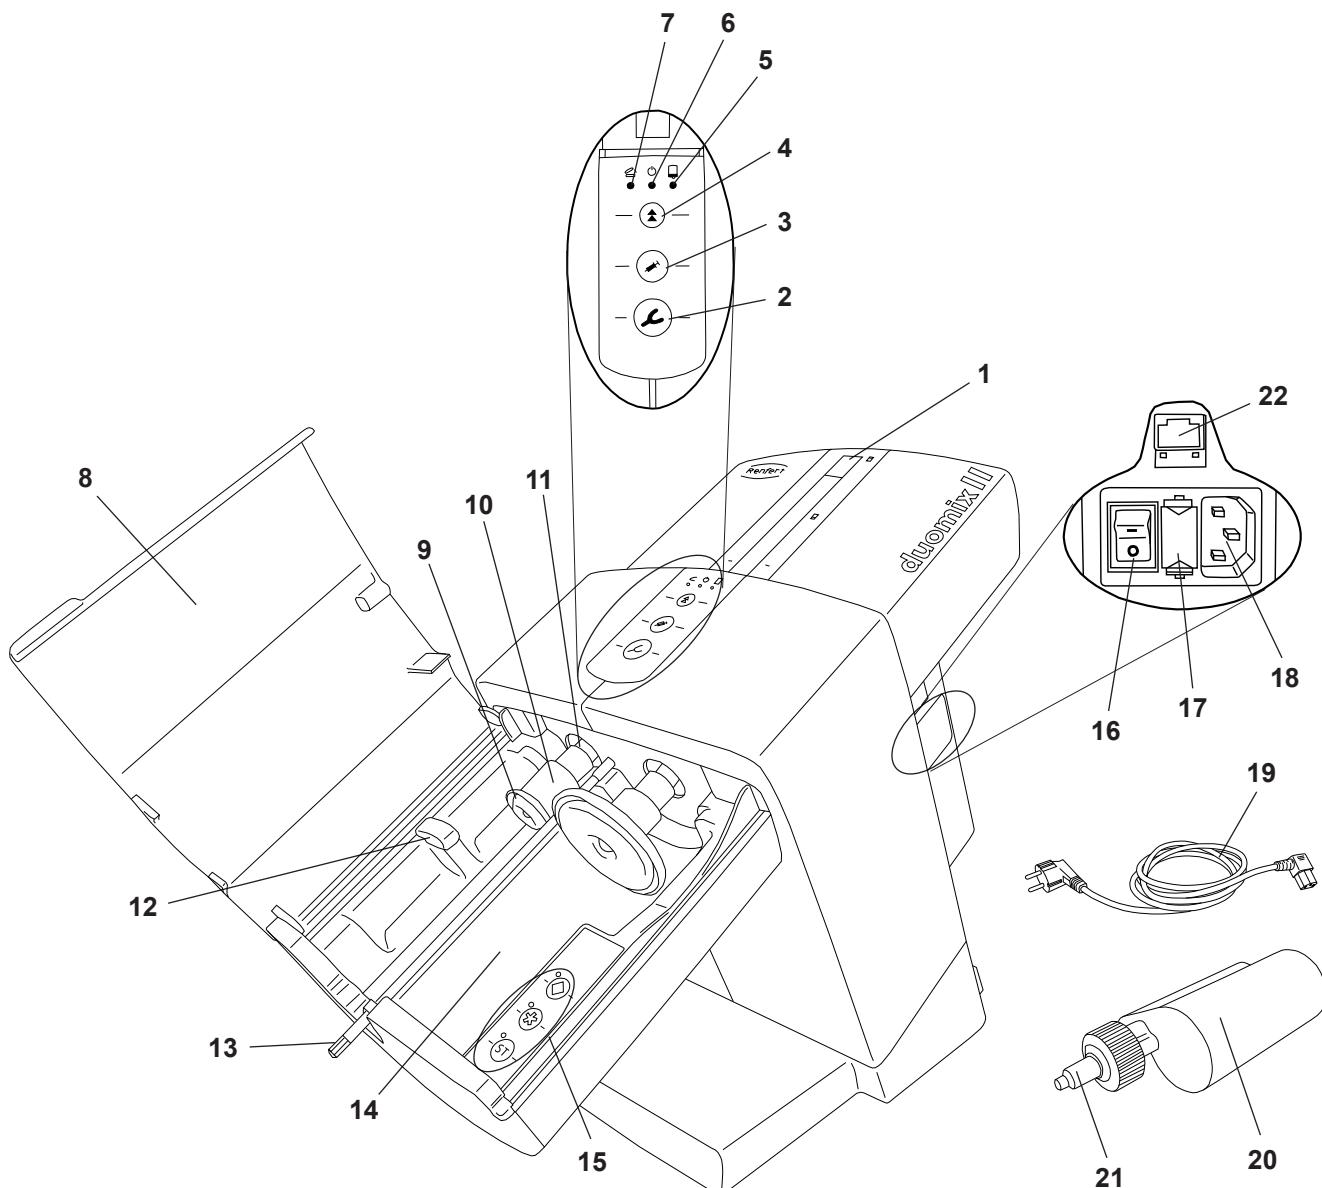

Abb. 1
- ⇒ Mitgeliefertes Netzkabel (19, Abb. 1) in den Netzanschlussstecker (18) einstecken.
- ⇒ Gerät am Netzschalter (16) einschalten.
- ⇒ Geräteklappe (8, Abb. 1) schließen.
- ⇒ Rückfahrtaste (4) drücken.
- ◆ Die Druckteller (9, Abb. 1) fahren bis in die Ausgangsstellung zurück und stoppen dort.
- ⇒ Transportsicherung (23) entfernen.
Das Einlegen, sowie der Wechsel einer Kartusche kann nur erfolgen, wenn sich die zwei Druckteller (9, Abb. 1) in der Ausgangsstellung befinden.
- ⇒ Geräteklappe (8, Abb. 1) öffnen.
- ⇒ Kartusche (20) ins Gerät einlegen. Bitte beachten Sie, dass die Kartusche unter der Arretiernase (12) zu liegen kommt.
- ⇒ Programmtaste für Mischprogramm (15) drücken, siehe auch Kap. 5.1.1. Angaben zum Mischprogramm finden Sie auf der Kartusche in Form der Symbole Stern (\*) oder Karo (◆). Alle nicht durch diese Symbole gekennzeichneten Abformmassen müssen mit dem Programm (ST) verarbeitet werden.
- Die Geräteklappe lässt sich nur bei korrekt eingelegter Kartusche schließen. Solange die Geräteklappe noch nicht ordnungsgemäß geschlossen ist, leuchtet die rote LED „Geräteklappe offen“ (7, Abb. 1).
- ⇒ Vorschubtaste (2) oder (3) drücken und gedrückt halten:
- Abformlöffel (2), hohe Auspressgeschwindigkeit oder
- Dispenser (3), niedrige Auspressgeschwindigkeit
- ◆ Der Mischersechskant (13, Abb. 1) beginnt sich zu drehen und fädelt automatisch in die Mischerdüse (21, Abb. 1) ein und stoppt dann wieder.